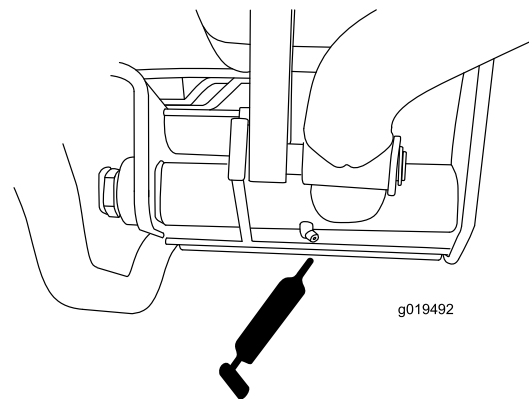

Рисунок 42
- Оси поворота задних подъемных рычагов (2 шт.) (Рисунок 42)